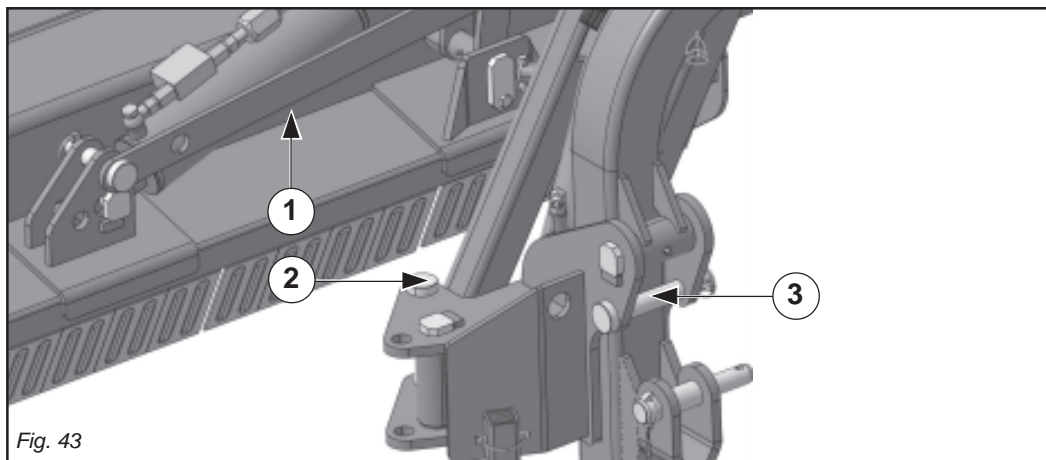

Fig. 43
- 1) Die Befestigungsstange (1 Abb. 43)
- 1) Introducir la barra de fijación (1 Fig. 43), los pernos (2-3 Fig. 43) bloquear todo
- und die Bolzen (2-3 Abb. 43) einstecken, alles blockieren, indem man sie einsteckt und die dazugehörigen Sicherungssplinte einrasten lässt.*